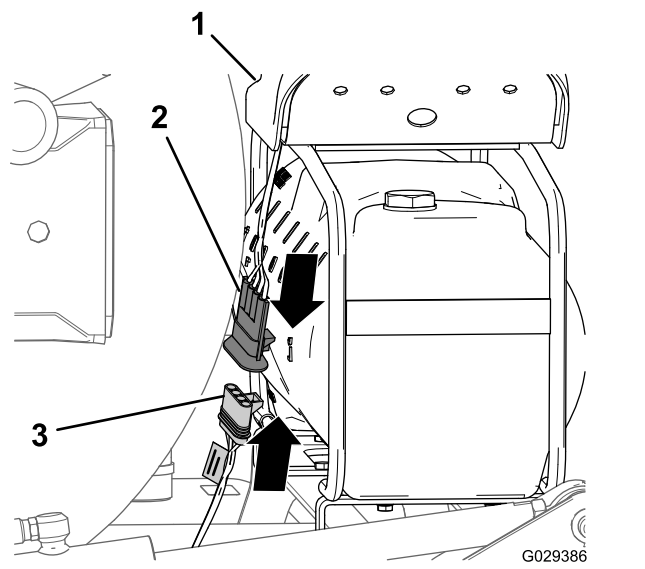

Figura 172
1. All'estremità della diramazione di 236 cm del cablaggio preassemblato, allineate il connettore a 4 prese del cablaggio preassemblato per il kit di finitura al connettore a 4 pin del cablaggio preassemblato proveniente dal compressore (Figura 172).
2. Inserite il connettore a 4 pin nel connettore a 4 prese (Figura 172).